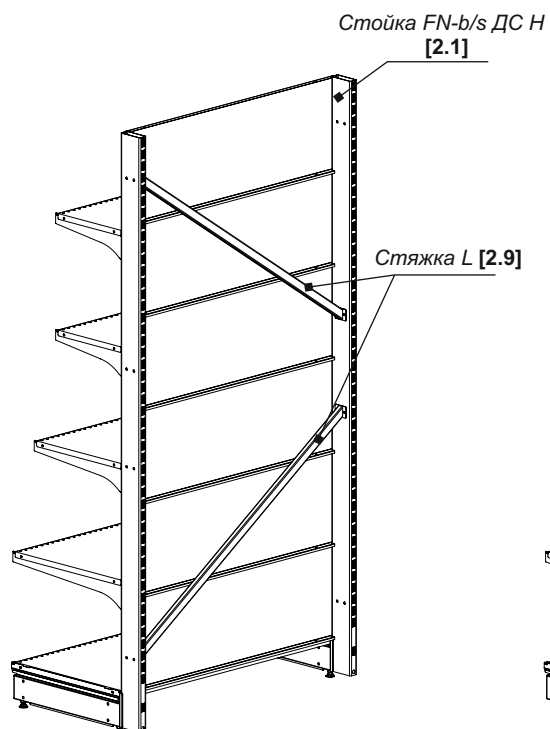

Рис. 1 Стеллаж пристенный с зашивкой.
- 1) на отдельностоящий “Стеллаж пристенный” с “Зашивкой” (рис. 1) устанавливаются 2 “Стяжки”.